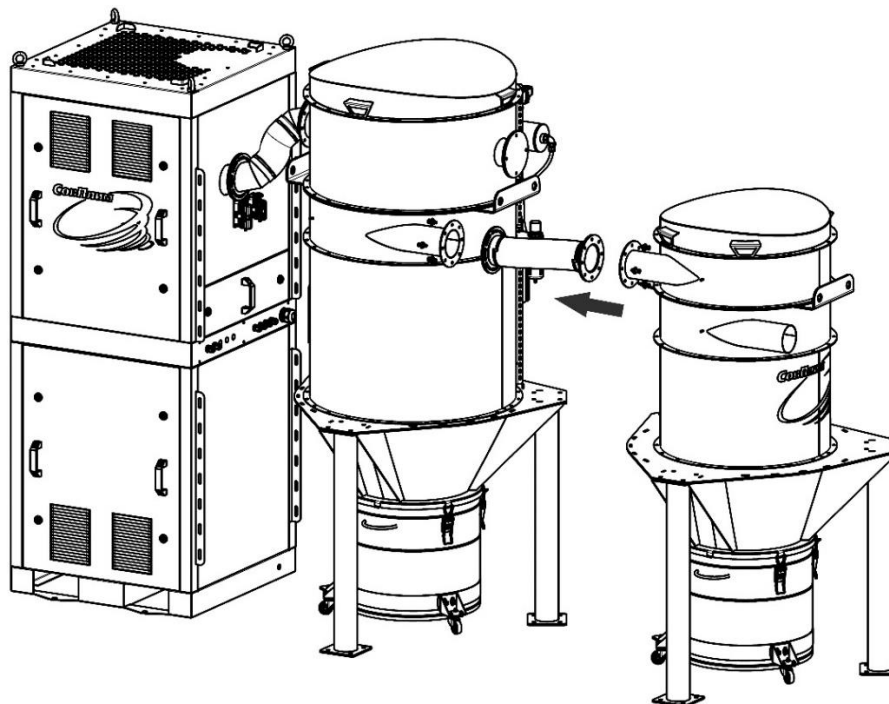

Рисунок 8
5.3.3 Приставить к фильтровальному блоку пресепараторный блок в соответствии с монтажной разметкой (рисунок 8). Соединить входное и выходное отверстие блоков при помощи гибкого шланга с патрубками в сборе, которые входят в комплект поставки пресепараторного блока PSXXL. При необходимости гибкий шланг разрешается укоротить. Закрепить фланцы патрубков болтами из комплекта, контролировать затяжку.